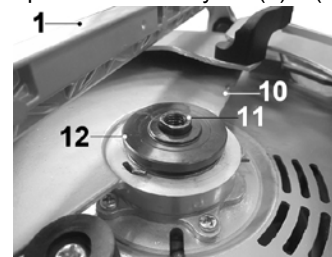

Рис. 3.
7.1.1. Установите на шпindel (11) внутренний фланец (12), как показано на Рис. 3.